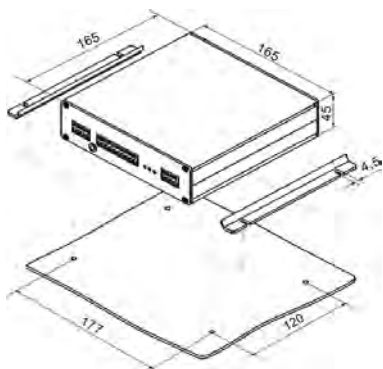
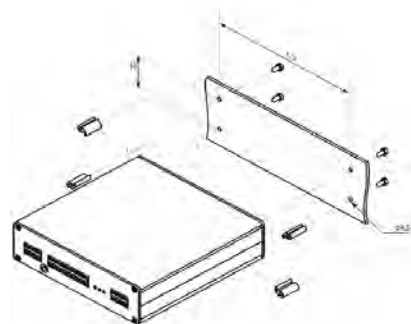

Рис. 7. Установка электронного модуля управления СМ_1501_01(4) на горизонтальной поверхности
Рис. 8. Установка электронного модуля управления СМ_1501_01(4) на вертикальной поверхности
— Рабочее положение электронного модуля управления СМ_1501_01(4) в пространстве - произвольное. Установка электронного модуля управления может производиться как на горизонтальную, так и на вертикальную поверхность (см. рис. 7 и рис. 8).